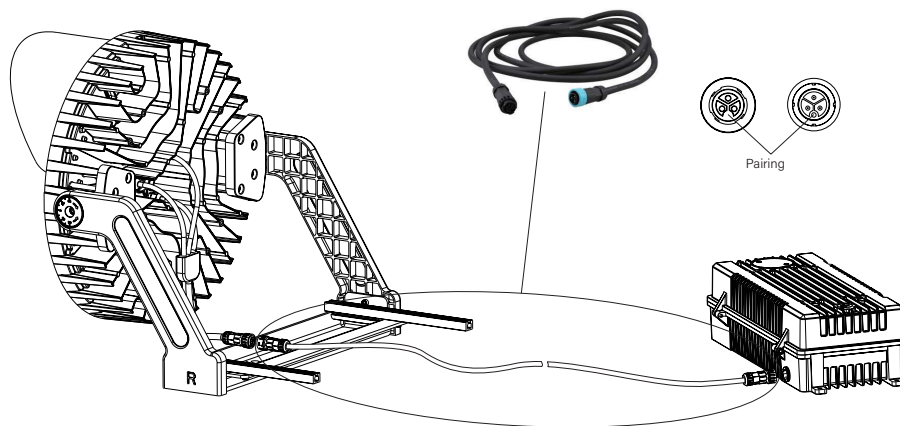

Figure 28
- Connectez la tête d'éclairage sport au boîtier du conducteur à l'aide d'une rallonge (vendue séparément). (Figure 28)